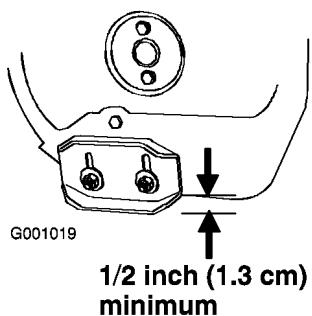

Figure 35
2. Desserrez les écrous de fixation des deux patins aux côtés de la fraise à neige jusqu'à ce que les patins puissent coulisser aisément vers le haut et vers le bas (Figure 35).